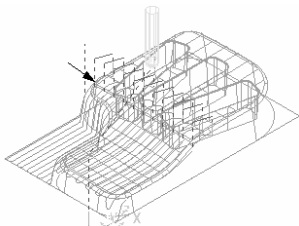

图 2-43 左水平圆弧
- **【左水平圆弧】**: 与水平圆弧相同, 区别是该水平圆弧位于沿切削路径方向的左边, 如图 2-43 所示。